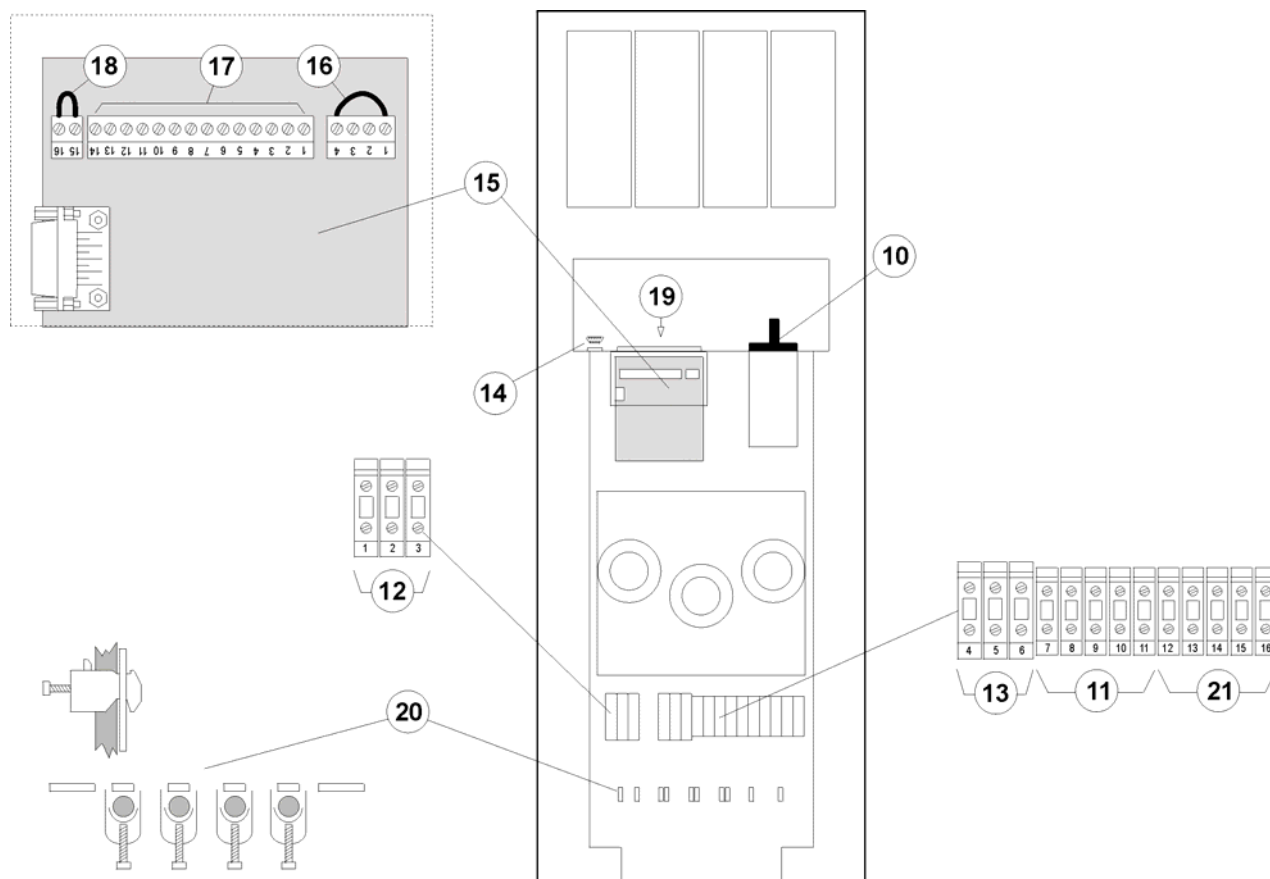

Рис.6 – Задняя панель
6. Подсоедините провода нагрузки к клеммам 1 (Line) и 2 (Neutral) и электропровод заземления к клемме EARTH (3).
7. Подсоедините провода байпаса к клеммам 4 (L1) и 5 (N) провод заземления к клемме EARTH (6).
8. Воспользуйтесь зажимами, которые поставляются вместе с аппаратом, чтобы зафиксировать провода сзади кабинета. Вставьте зажимы в слоты (20, см. рис. 6).